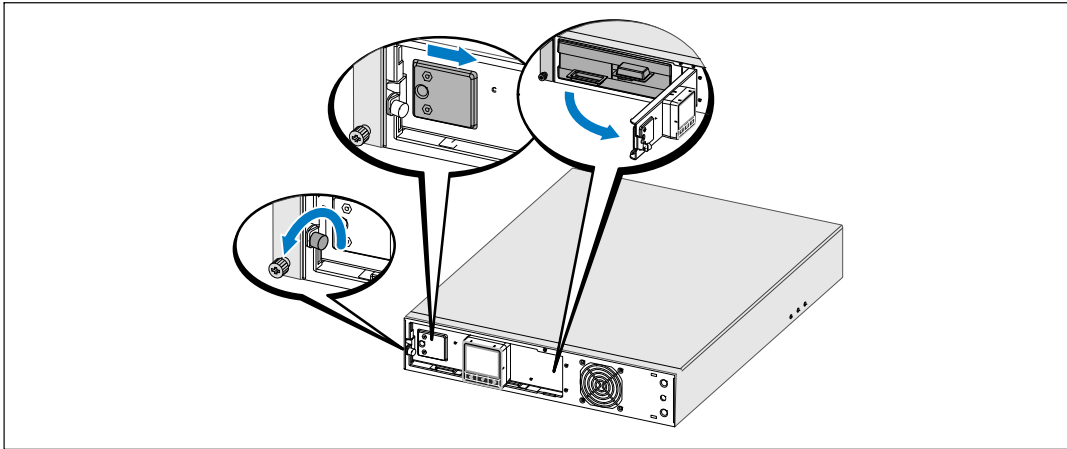

Figura 20. Cómo abrir la cubierta metálica de la batería
- Aflore el tornillo de apriete manual de la cubierta metálica de las baterías, desplace la cubierta hacia la derecha y abra (consulte la Figura 20).